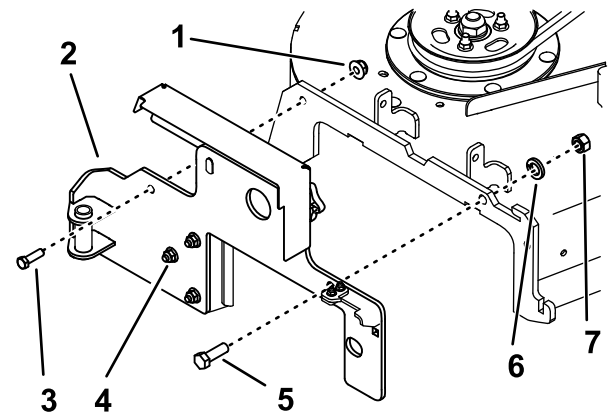

Figura 3
1. Installate il supporto del soffiatore sul piatto utilizzando 1 bullone ($\frac{1}{2}$ " x $1\frac{1}{2}$ "), 1 rondella di bloccaggio, 1 dado ($\frac{1}{2}$ "), 1 bullone ($\frac{3}{8}$ " x $1\frac{1}{4}$ ") e 1 dado ($\frac{3}{8}$ ") come mostrato nella Figura 3.
1. Installate il supporto del soffiatore sul piatto utilizzando 1 bullone (1/2" x 1 1/2"), 1 rondella di bloccaggio, 1 dado (1/2"), 1 bullone (3/8" x 1 1/4") e 1 dado (3/8") come mostrato nella Figura 3.